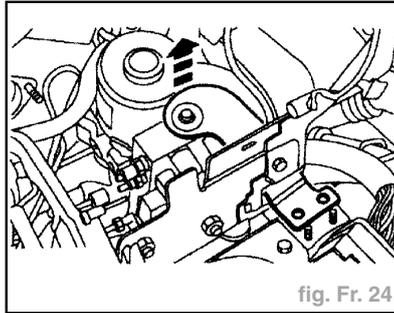

fig. Fr. 24
- Déposer le support de fixation (fig. Fr. 24).